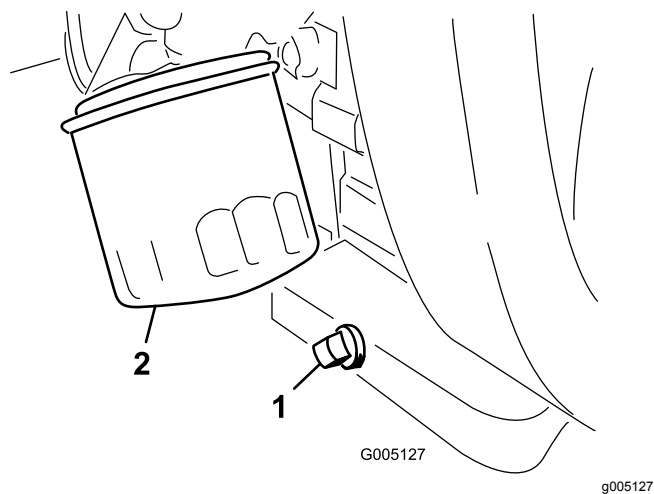

Figura 47
1. Retire el tapón de vaciado (Figura 47) y deje fluir el aceite a un recipiente apropiado. Cuando el aceite deje de fluir, coloque el tapón de vaciado.
2. Retire el filtro de aceite (Figura 47). Aplique una capa ligera de aceite limpio a la junta del filtro nuevo.